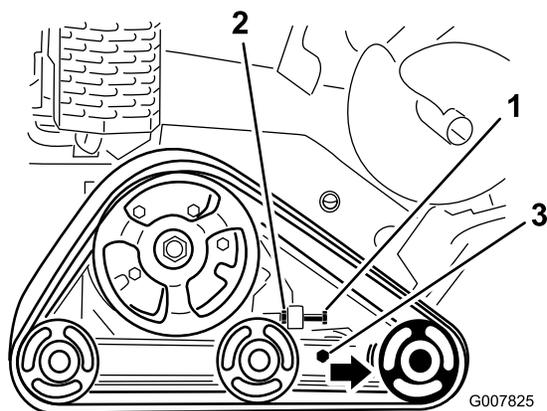

Figura 48
3. Allentate il controdado sul bullone di tensionamento dei cingoli e i bulloni del serrafilo sul braccio di tensione (Figura 48).
4. Serrate il bullone di tensionamento a un valore compreso tra 32,5 e 40 Nm per stringere il cingolo (Figura 48).
4. Allentate il bullone di tensione e il controdado (Figura 48).
5. Allentate i bulloni serrafile (Figura 48).